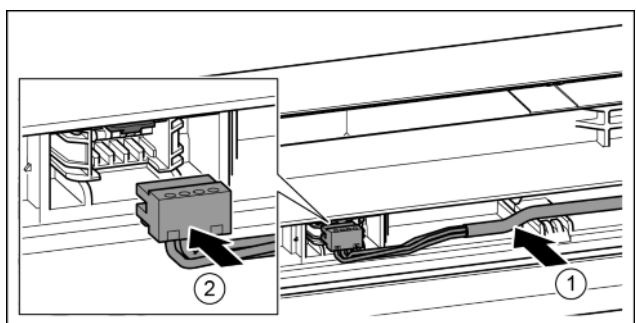

Fig. 43
- ▶ Szary kabel włożyć w prowadnicę w górnych drzwiach. *Fig. 43 (1)*
- ▶ Podłączyć wtyczkę. *Fig. 43 (2)*